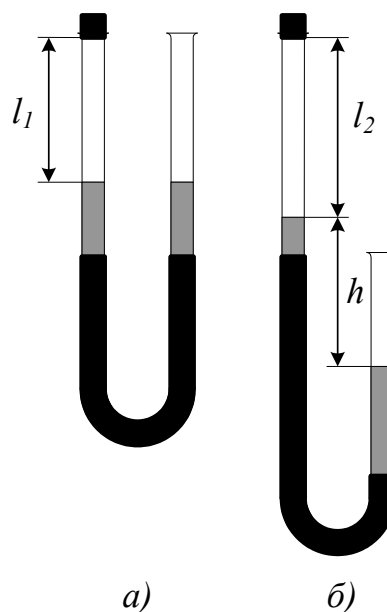

Рис. 1
В даній роботі ізотермічний процес здійснюється з повітрям, що міститься в скляній трубці між поверхнею води і гумовим корком (див. рис. 1). Скляні трубки, з'єднані гумовою, заповнюються водою і закріплюються на штативах так, як показано на рис. 1а. Трубка зліва закривається корком; вимірюється довжина стовпа повітря  $l_1$ . Тиск цього повітря дорівнює атмосферному  $p_1 = p_a$ . Потім штатив з правою трубкою опускається якомога нижче, і вимірюється довжина повітряного стовпа в лівій трубці  $l_2$  (див. рис. 1б). Розширення повітря можна вважати ізотермічним; тиск повітря в трубці зменшується на величину гідростатичного тиску  $p = \rho gh$ , тобто стає рівним:
1. Переміщуючи трубки в штативах, встановіть їх так, як показано на рис. 1 а. Довжина повітряного стовпа  $l_1$  повинна бути рівна  $30 \div 40$  см. Закрийте ліву трубку корком і виміряйте довжину  $l_1$ .
3. За формулою (3) розрахуйте атмосферний тиск. Густина води  $\rho = 1000 \frac{\text{кг}}{\text{м}^3}$ , прискорення вільного падіння  $g = 9,8 \frac{\text{м}}{\text{с}^2}$ . Порівняйте одержане значення  $p_a$  з показами барометра  $p_b$ . Зробіть висновок.